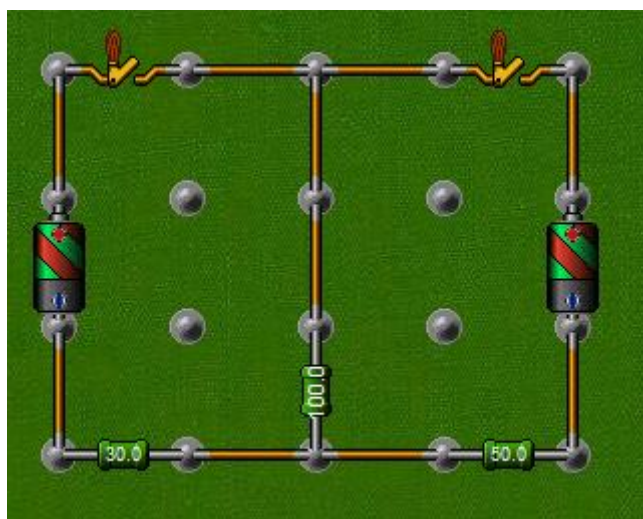

Рисунок 2 - Схема исследования.
3.1. Собрать схему (Рисунок 2).